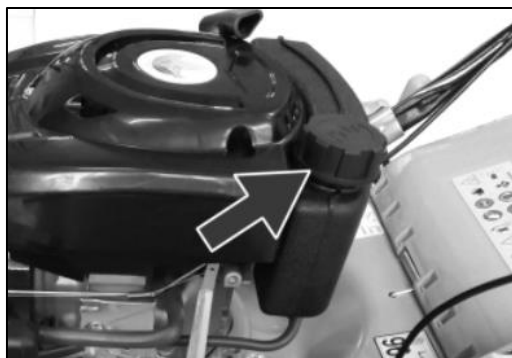

Рис.9
- Отвинтите крышку бака и снимите ее (Рис. 9)